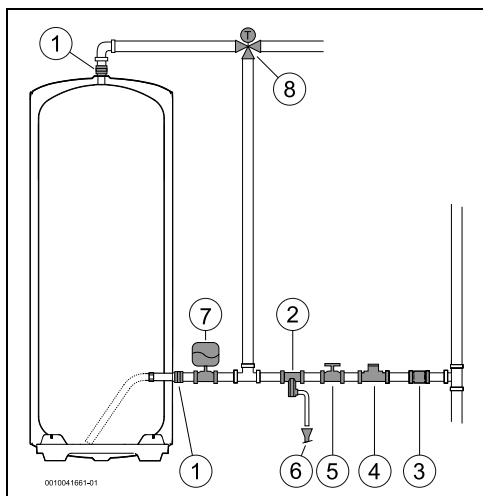

Fig. 7 Raccordement d'eau (300)
- ▶ Fermer la vanne d'arrêt de l'eau (→ Fig. 7, [5]).
- En cas d'utilisation de tubes PEX, installer un contrôle thermostatique (Fig. 7, [8]) sur le tube de sortie de l'appareil. Il doit être réglé pour correspondre aux performances du matériel utilisé.
- installer un réducteur de pression (Fig. 7, [4]). La soupape différentielle se déclenche lorsque la pression d'eau dans l'appareil est supérieure à 8 bars (± 1 bar), et il est donc nécessaire de prévoir un moyen d'évacuer cette eau.
- installer un vase d'expansion (Fig. 7, [7]) pour empêcher l'ouverture trop fréquente de la soupape différentielle. Le volume du vase d'expansion doit être équivalent à 5% du volume de l'appareil.